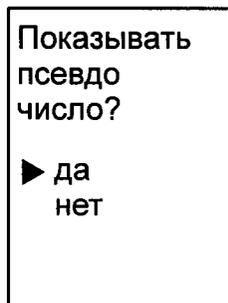

Рисунок 18 – Отображение псевдооктанового (цетанового) числа
- кнопками (\uparrow , \downarrow) установить желаемое отображение псевдочисла (рисунок 18);